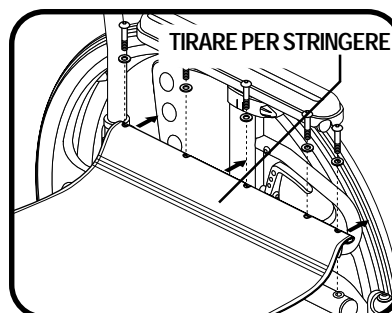

Figura 27. Regolazione della tensione del sedile
1. Allentare le viti che uniscono il sedile alla guida laterale sul lato sinistro (lato con gancio e anello). Vedere figura 27.